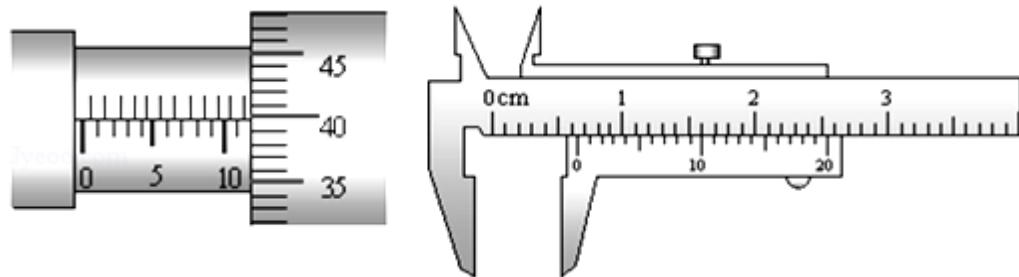

图 1
2、图 1 所示螺旋测微器的读数为_____mm，游标卡尺的读数为_____mm。